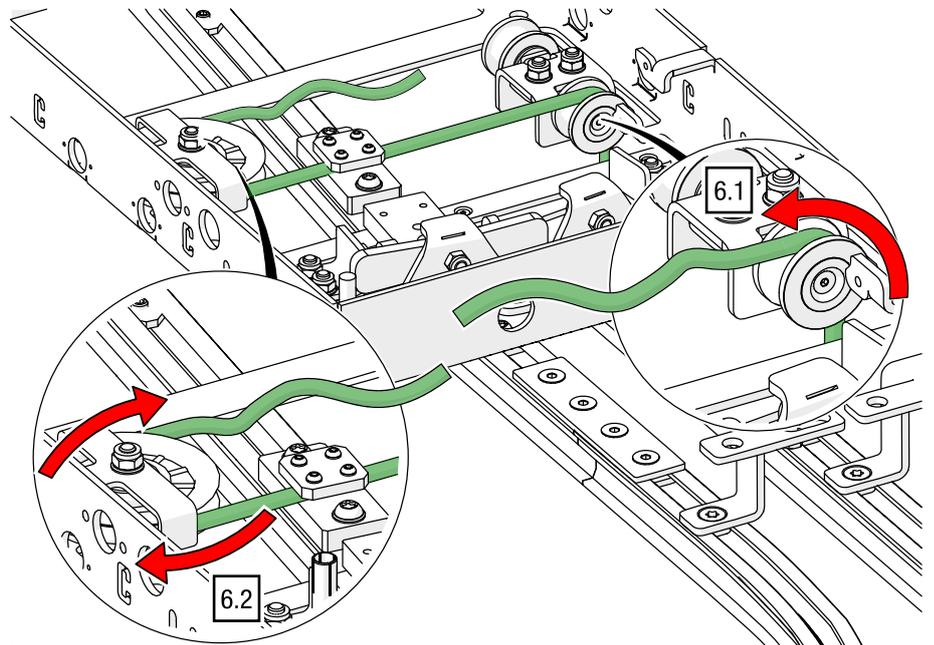

Abb. 133: Fingerweiche – Seil nach oben und durch Umlenkrolle führen
6. Führen Sie das Polyesterseil über die Ableitrolle nach oben, durch die gelöste Klemmplatte und durch Umlenkrolle (siehe Abb. 133).